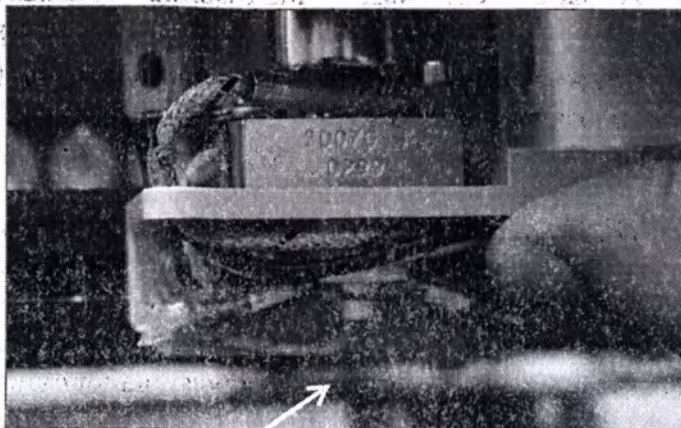

РИСУНОК 0-8. Белая стрелка показывает на белую кнопку на которую нужно нажать для повторной активации регулирования реактора.
4. Нажать на маленькую белую кнопку под реактором. Раздастся слабый щелчок, когда предохранитель встанет обратно на место (*РИСУНОК 0-8*).